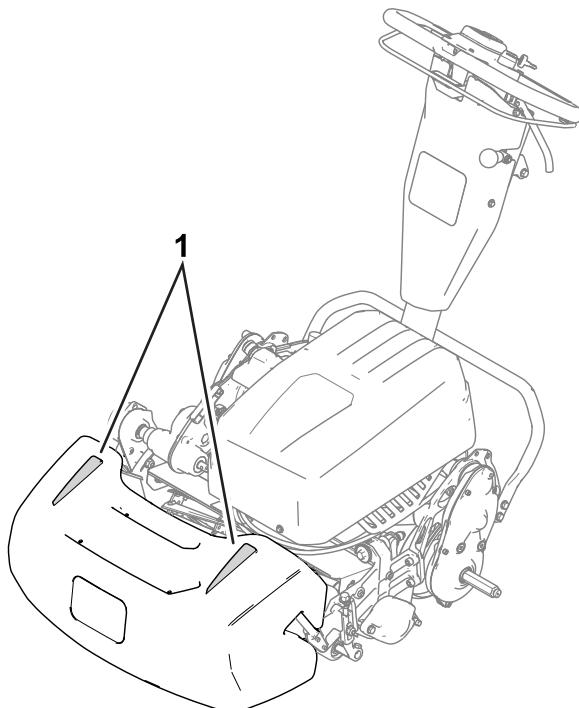

Bild 29
- Verwenden Sie die Ausrichtungsstreifen am Grasfangkorb (Bild 29), damit Sie in einer möglichst geraden Linie über die Grünfläche fahren und einen gleichmäßigen Abstand zum zuvor gemähten Rasenstück einhalten.